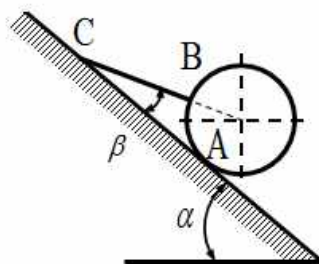

Рис. 1
1. Однорідна куля масою  $m=90$  кг утримується на похилій площині ниткою BC (рис. 1). Визначити реакцію похилої площини і натягнення нитки, якщо кути  $\alpha=40^\circ$  і  $\beta=20^\circ$  (30 балів).